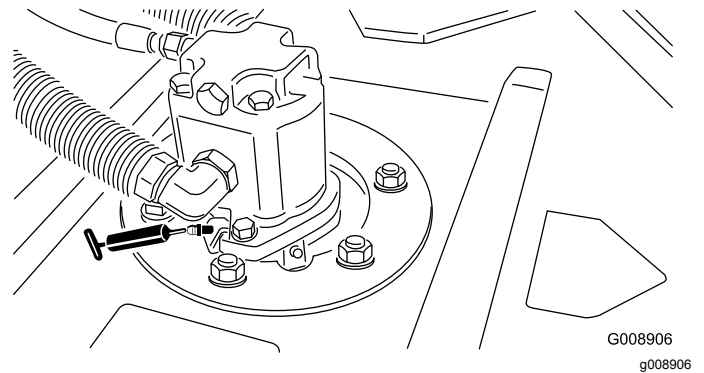

Figure 66
- Roulements d'axes de pivots des unités de coupe (2 par unité de coupe) – Figure 66